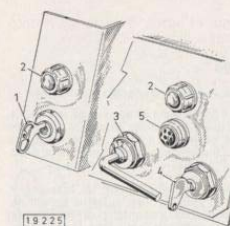

Figure 12
- enfoncer le cli-contact (1 de la figure 12), la tourner vers la droite jusqu'au 1er cran - le témoin de charge (2) luit immédiatement - enfoncer la cli-contact plus profondément et en même temps la tourner davantage vers la droite jusqu'à rencontre de la résistance du ressort et la relâcher dès que le moteur part.
2. actionner la manette d'arrêt (2) logée sur le régulateur de la pompe d'injection jusqu'à ce que le moteur cesse de tourner; le témoin rouge de charge 2 (fig. 12) luit dès que le moteur a cessé de tourner.
3. En présence d'un commutateur de démarrage (1): tourner la clé-contact d'un cran vers la gauche et l'extraire.
3. Introduire la clé-contact 1 (fig. 12), la tourner 2 à droite au premier cran; la lampe témoin de charge doit alors s'allumer, puis enfoncer la clé et la tourner plus loin contre la résistance du ressort. Lâcher la clé dès que le moteur part.
Tirer fermement et jusqu'à la butée le levier de démarrage et d'arrêt, au-delà de la butée du ressort 3, jusqu'à ce que le moteur soit immobilisé. Dans le cas d'un actionnement lent du levier d'arrêt, il survient, avant l'immobilisation du moteur, une nouvelle montée courte en régime. Ce phénomène n'a pas d'importance et peut être réduit par un actionnement rapide du levier. La lampe témoin 2 (fig. 12) se rallume après l'arrêt du moteur.
1° Débrayer le moteur de l'engin à entraîner. 2° Passer le levier de variation de régime à 1/4 de charge. Dans le cas d'un moteur pourvu d'une pompe distributrice, retirer le levier de démarrage et d'arrêt de 2/3 jusqu'au premier cran et l'y maintenir en veillant à ce que le levier de variation de régime se trouve en position de marche au ralenti. 3° Enfoncer jusqu'au fond la clé-contact 4 (fig. 12), après quoi la lampe témoin de charge doit s'allumer (2 de la fig. 12). Puis passer le commutateur de démarrage/préchauffage 3 (fig. 12) au cran 1 et l'y maintenir pendant 1 minute (opération de préchauffage). Sur les moteurs dotés d'un allumeur-bougie, la lampe témoin de charge 5 (fig. 12) doit briller.